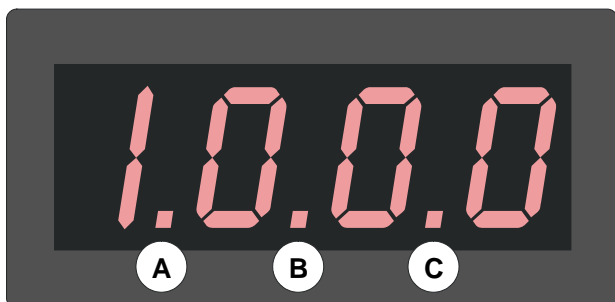

Abbildung 9 – Dezimalpunkte
- Kommastelle für den Zahlenwert (☞📖 Abbildung 9, Seite 14) mittels DIP-Schalter 1, 2 oder 3 setzen, indem der entsprechende DIP-Schalter auf ON gestellt wird